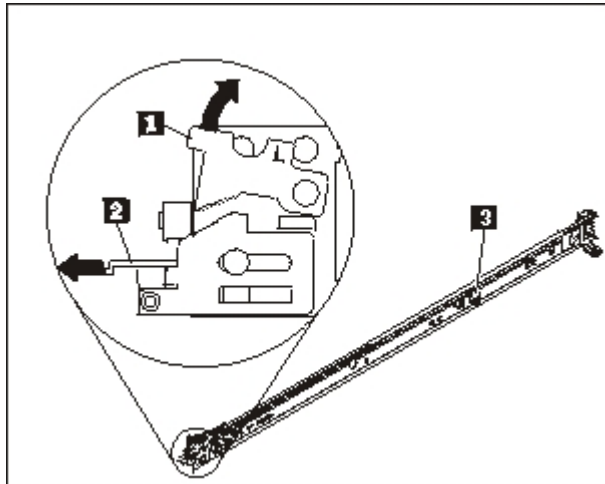

図6. スライド・レールの図
1. 18 ページの図 6 に示すように、スライド・レールの前部のラッチを開きます。